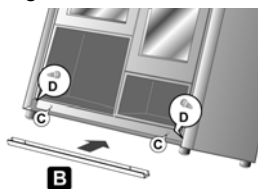

Figura 2
- Svitare le due viti laterali (D, vedere figura 2).
- Applicare il listello anteriore (B) e allinearne ai fori di montaggio.